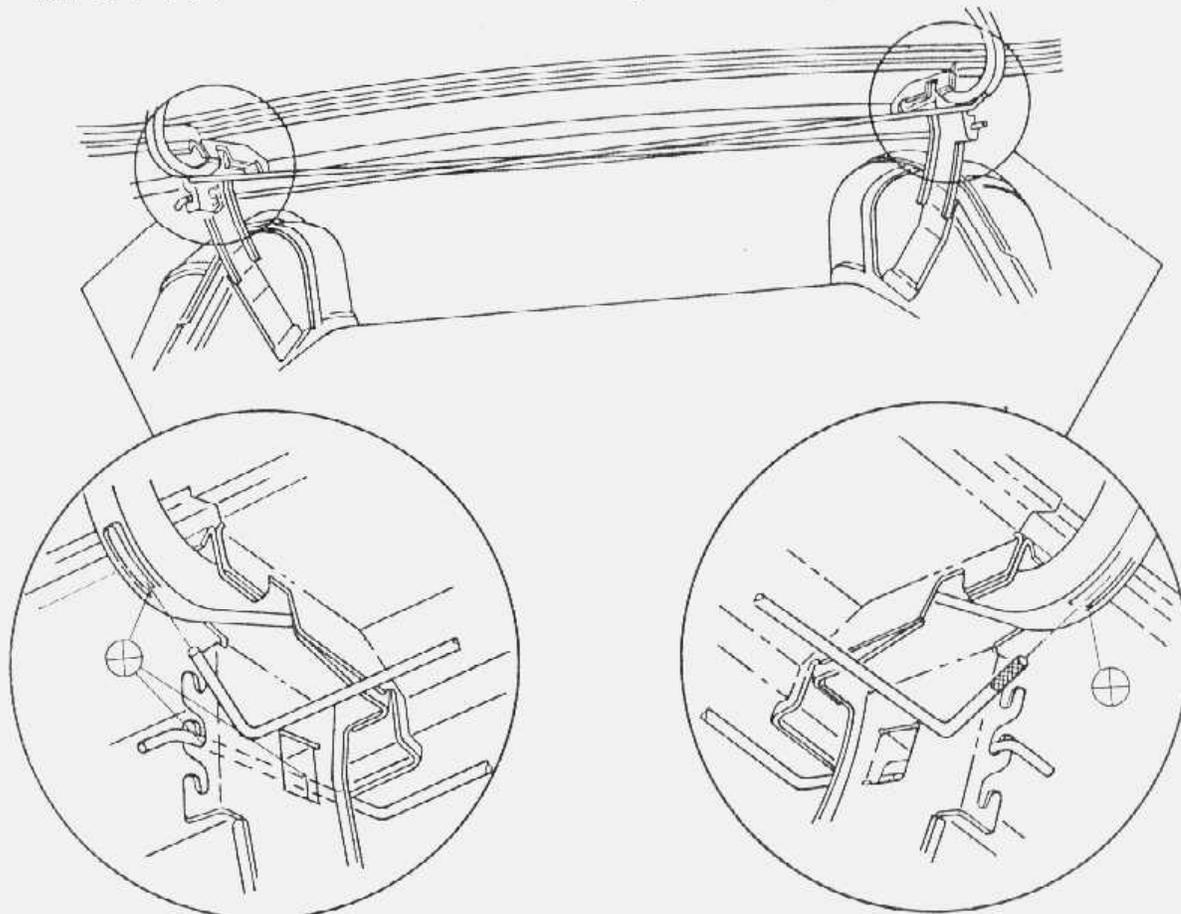

fig. 23 — barras de torção das dobradiças da tampa do porta-malas — modelos de 4 portas
2. Se a tampa não abrir espontaneamente de 2" a 6" a tensão da(s) barra(s) deve ser aumentada (figs. 23 e 24).